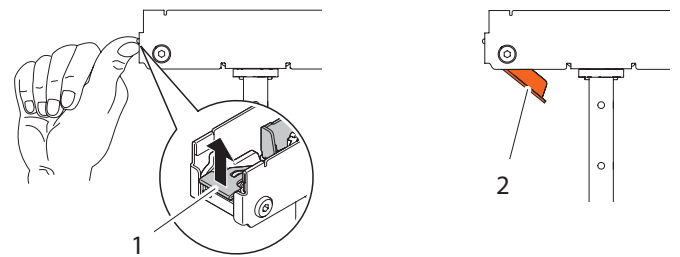

Fig. 26: Préparation de l'adaptateur de suspension
2. Pousser vers le haut les deux leviers de l'adaptateur de suspension (Fig. 26/1) pour que les languettes s'ouvrent (Fig. 26/2).